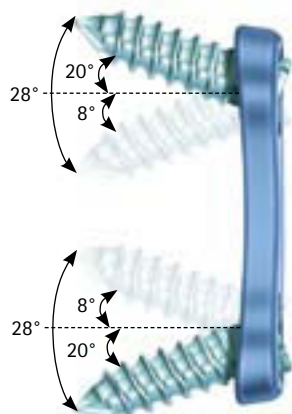

Abb. 13a
- Die Quintex® Hybridplatte lässt einen maximalen Winkel von +20°/-8° in den distalen Schraubenlöchern (Abb. 13a) und +15°/-15° in den medialen Schraubenlöchern von mehrsegmentalen Platten zu.